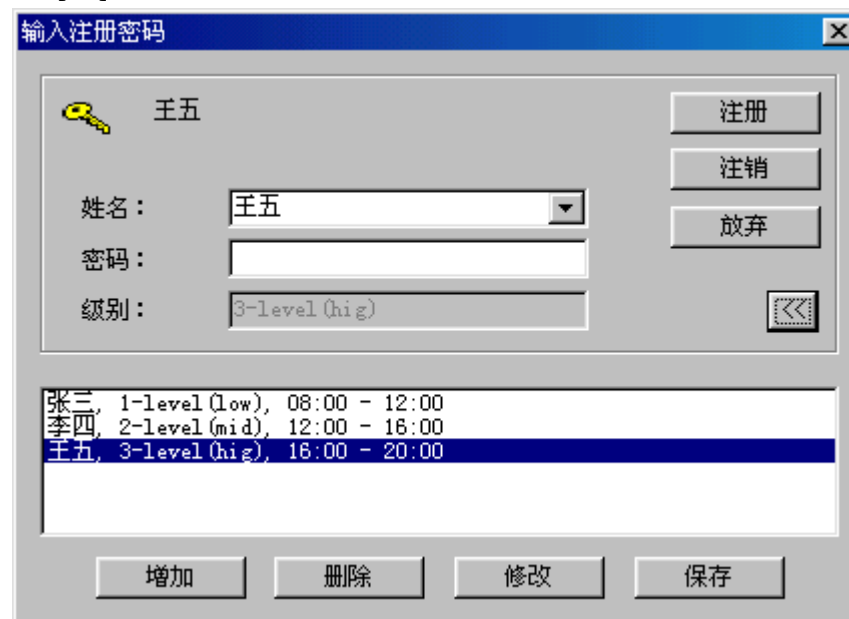

图 5-9
- a. 单击[>>]按钮，对话框扩大，如图 5-9 所示。
- b. 单击[增加]、[删除]、[修改]、[保存]可以进行相应的操作。图 5-9 所示就是修改姓名后的内容。其中的时间只起显示作用。